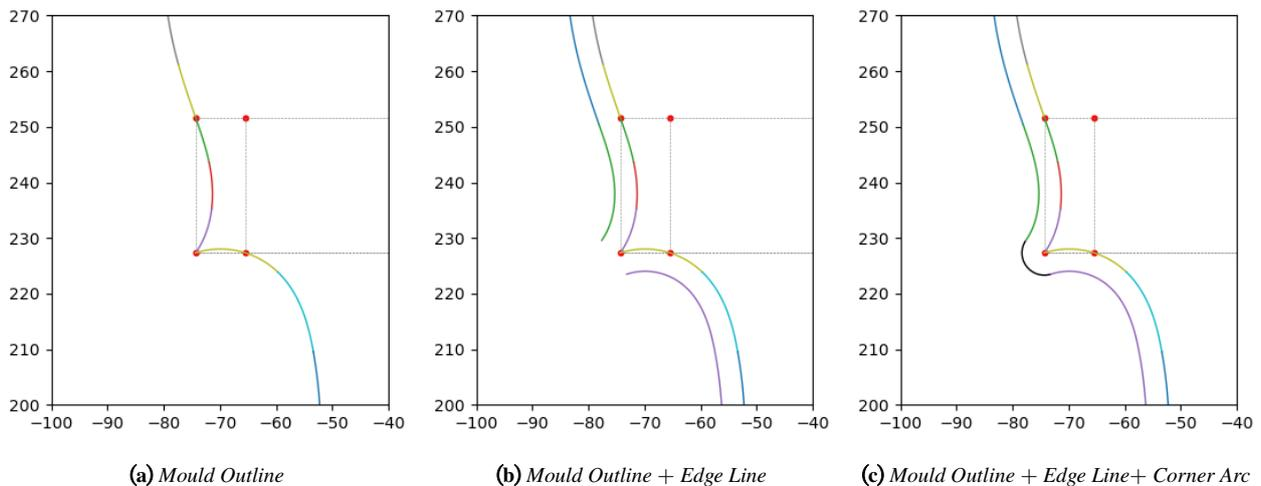

Figure 15: Mould Outline, Edge Line, Corner Arc
몰드 외형선을 표시/저장합니다. 가장 기본적인 내용이며 본 프로그램의 목적이 이 곡선을 작도하는 것이므로 가장 중요한 라인입니다. 프로그램 실행시 기본으로 선택되어 있습니다. - Figure 15 -
[Edge Line] 는 몰드 외형선의 바깥쪽에 있는 앞판/뒷판의 엣지 라인입니다. 이 곡선은, [1.(EA) Width of Edge] 에서 설정한 값만큼 몰드 외형선을 바깥쪽으로 이동(Offset)하여 만들어집니다. [Corner Arc] 는 코너 꼭지점에서 해당 값을 반지름으로 하는 원호를 그립니다. 이 원호는 코너 디자인시 참고용으로 사용할 수 있습니다. - Figure 15 -